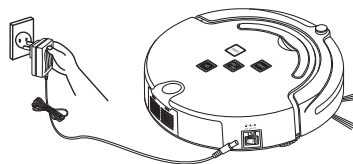

Рис.3
2. Соедините выход адаптера с розеткой главной станции, используя адаптер для зарядки (См. рис.3)